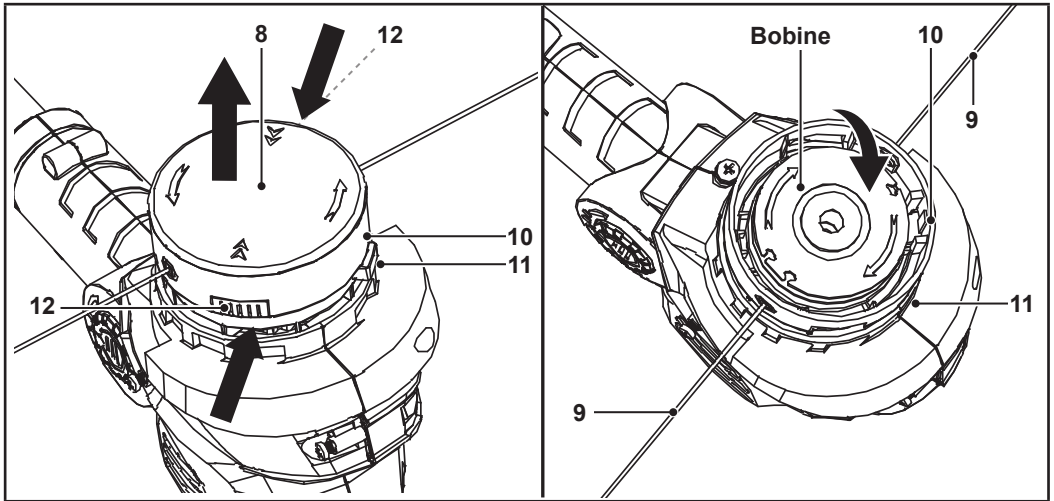

Fig. 9
**REMARQUE :** La bobine doit être remplacée régulièrement. Remplacer la bobine lorsque le fil de coupe (9) ne peut plus être allongé.
1. Débrancher la fiche secteur (5).
2. Ouvrir le carter de bobine (10) : appuyer simultanément sur les deux boutons de déverrouillage (12) du couvercle de bobine (8). Il est possible d'utiliser un outil (par ex. un tournevis) pour soulever le couvercle de bobine.
3. Retirer le couvercle de bobine (8) (Fig. 9).
5. Faire passer les extrémités du fil de coupe (9) de la nouvelle bobine dans les fentes du carter de bobine (10). Laisser environ 20cm de fil de coupe dépasser du carter de bobine.
6. Insérer la nouvelle bobine dans le carter de bobine (10) (Fig. 9).
7. Replacer le couvercle de bobine (8) sur le carter de bobine (10). S'assurer que les boutons de déverrouillage du couvercle de bobine (12) s'enclenchent dans les encoches du carter de bobine.